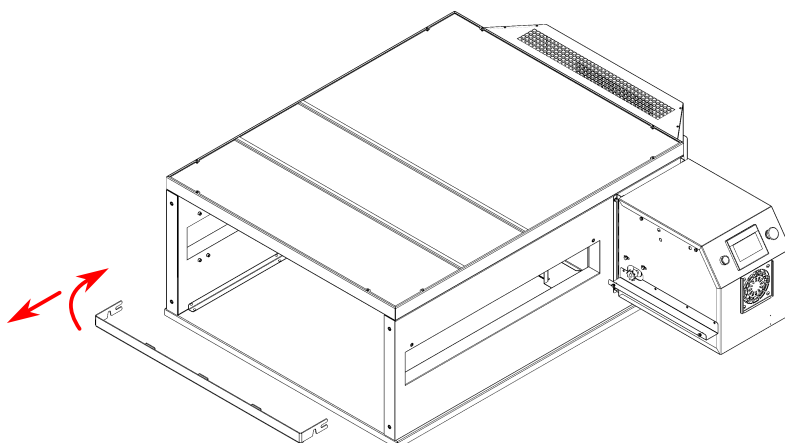

Рисунок 14
11. Возьмитесь за нижнюю перекладину, приподнимите и затем вытащите, см. Рис. 14.